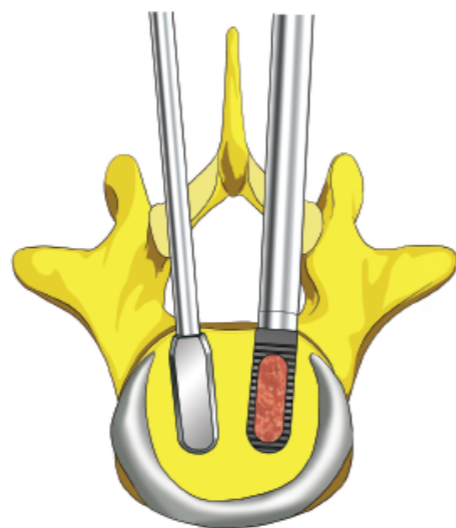

图 6a
- 将装入植骨块的融合器以扁平状放入椎间隙中，必要时可用叉形锤轻轻敲打，直至融合器放入合适深度（距椎体后缘约 4mm）。将持取器顺时针旋转 90°，让融合器处于垂直状态，完成植入。重复上述操作，植入另一侧的融合器。（图 6a）。